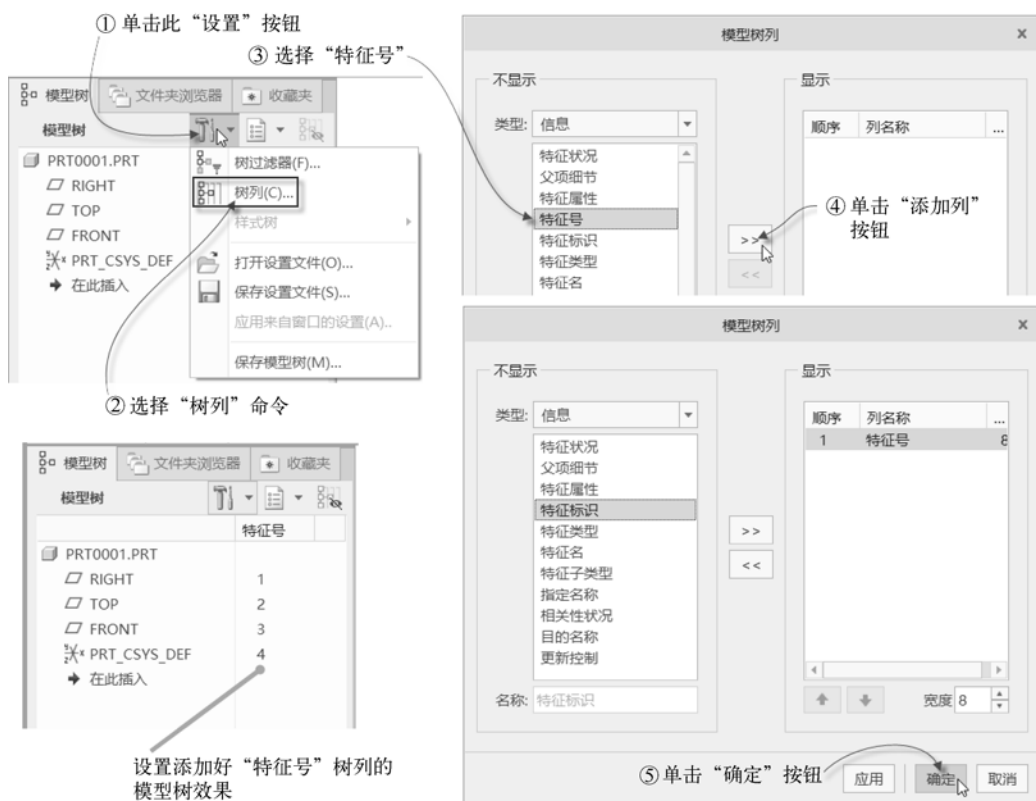

图 1-39 设置模型树列显示选项
- 可以设置模型树列的显示选项。例如要在零件模型树中用一列来显示特征号，则按照图 1-39 所示的步骤进行设置。